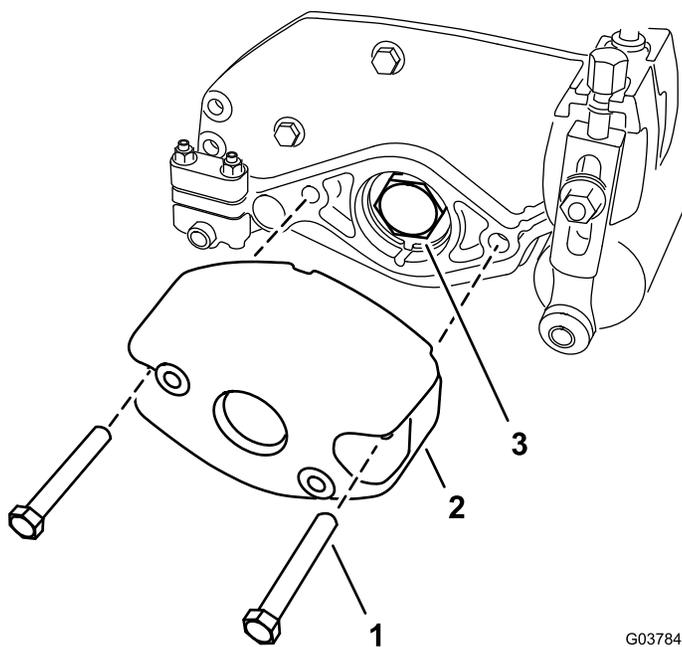

Рисунок 4
- Выверните 2 болта (5/16 x 2 1/4 дюйма) из 2 гаек (невыпадающих, удерживаемых боковой пластиной), которые крепят противовес к боковой пластине режущего блока. Снимите противовес (Рисунок 4).
- Снимите с вала барабана гайку подшипника (Рисунок 4).